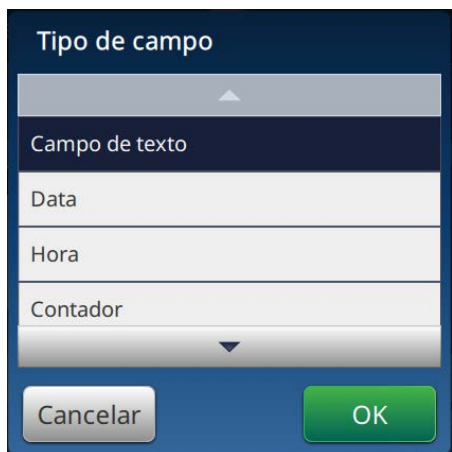

Figura 5-4: Adicionar opções de campo
7. Toque o botão  e selecione as opções necessárias para adicionar campos, como mostra a Figura 5-4.